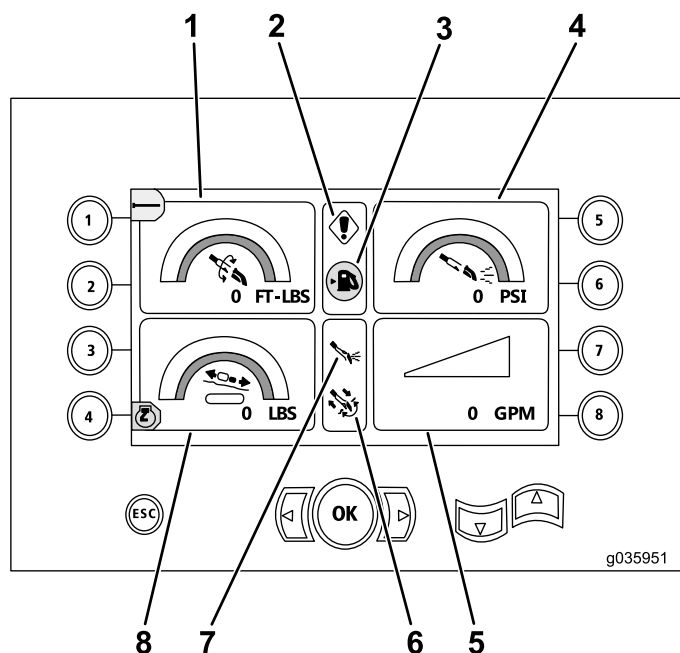

Рисунок 4
- Предупреждение с кодом ошибки для процесса бурения и/или двигателя (Рисунок 4)
- Предупреждение о низком уровне топлива (Рисунок 4)
- Индикатор бурового раствора (Рисунок 4)
- Режим автоматического бурения находится в положении ВКЛ. (ON) (Рисунок 4)
Эта страница показывает измеренные значения крутящего момента в фунт-футах, давления бурового раствора в фунтах на кв. дюйм, усилия каретки в фунтах и расхода бурового раствора в галлонах в минуту (Рисунок 4).
- Режим автоматического бурения находится в положении Вкл. (ON) (Рисунок 4)